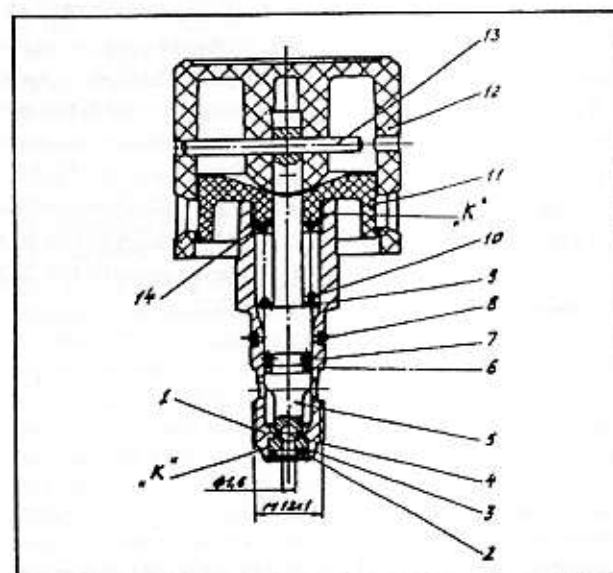

Рис. 11
Рис. 11. Перепускной клапан (0.169-248). 1 - корпус перепускного клапана (0.169-344); 2 - кольцо зажимное (05-1.10.03); 3 - седло клапана (0.169-345); 4 - шарик 0 3 мм (9941521); 5 - держатель шарика (0.169-347); 6 - шайба защитная (9971367); 7 - кольцо резиновое (9971363); 8 - кольцо (9971365); 9 - шайба (9920202); 10 - пружина перепускного клапана (0.169-346); 11 - тарелка (0.036-362); 12 - ручка перепускного клапана (0.158-349); 13 - штифт (9930501); 14 - шайба установочная (99-2.06.02); «к» - уплотнительный клей
5.2.8. Перепускной клапан (рис. 11). Седло и шарик выполнены из износостойких материалов. Седло с прокладкой завальцованы в корпусе. Шарик завальцован в держателе. В корпус ввернута на клею пластмассовая тарелка с двумя взаимоперпендикулярными канавками на торце, выполненными на разных уровнях. Ручка заштифована на хвостовике держателя. Ручка клапана имеет два положения: клапан открыт «1-1» клапан закрыт «О-О». Ручку можно поворачивать в любую сторону.